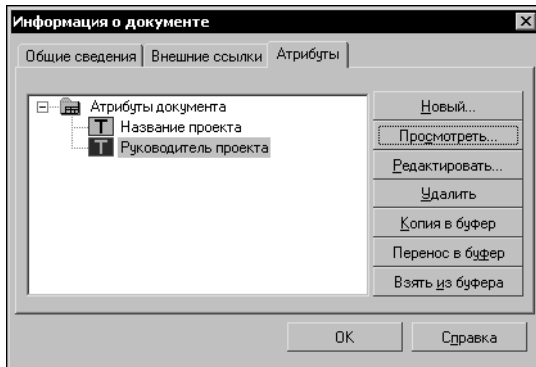

Рис. 63.4. Диалог информации о документе. Вкладка **Атрибуты**
2. В появившемся диалоге информации о документе активизируйте вкладку **Атрибуты** (рис. 63.4).
Возможно также копирование атрибутов между документами. Оно производится с помощью кнопок **Копия в буфер**, **Перенос в буфер** и **Взять из буфера** на вкладке **Атрибуты** диалога информации о документе (рис. 63.4).
Операции с атрибутами документов производятся на вкладке **Атрибуты** диалога информации о документе (рис. 63.4), вызываемом командой **Файл — Свойства...**